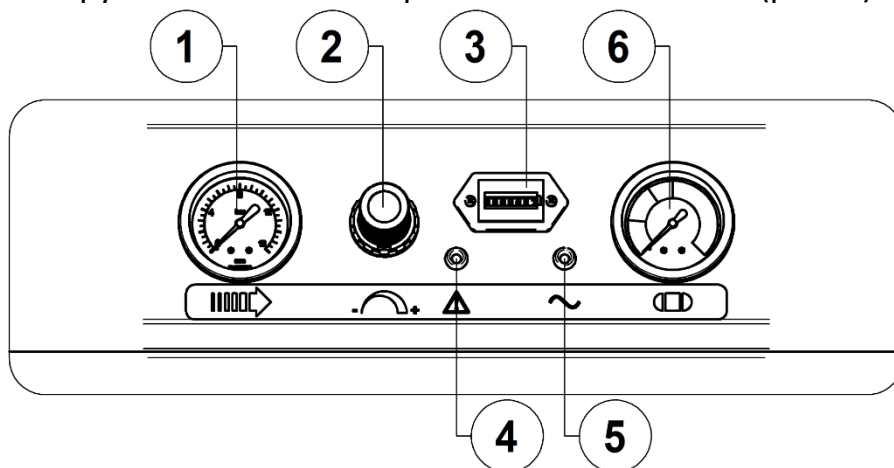
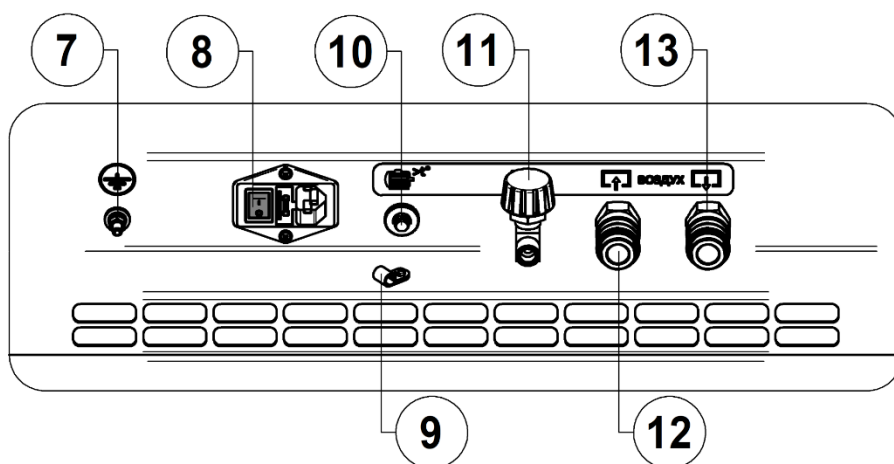

Рисунок 2 - Панель управления
Рисунок 3 - Задняя панель
6.4.2 К быстроразъемной муфте **12** (вход сжатого воздуха) (рис. 3) присоедините (если есть необходимость) шланг сжатого воздуха от центральной распределительной сети. Воздух от центральной распределительной сети автоматически подается через пневматическую систему компрессора к быстроразъемной муфте **13**. Компрессор при таком подключении служит в качестве запасного источника сжатого воздуха. При понижении давления воздуха в центральной распределительной сети компрессор включается автоматически.
6.5.4 Питающий кабель зафиксируйте зажимом **9** (рис. 3).
6.5.5 Провод заземления подключите к винту заземления **7** (рис. 3) на задней панели компрессора. При наличии заземляющего контакта в электрической розетке, дополнительное заземление не требуется.
Включите компрессор выключателем **8** (рис. 3) на задней панели. Для этого необходимо переключить выключатель в положение "I". Включенное состояние сигнализируется зелёной контрольной лампочкой **5** (рис. 2).
6.6.4 После останова компрессора настройте регулятор давления **2** (рис. 2) в соответствии с 7.3.1.
- Выключить компрессор выключателем **8** (рис. 3) на задней панели. Для этого необходимо переключить выключатель в положение "0". После этого остановится электродвигатель и произойдет сброс давления из нагнетательного воздухопровода и поршневого блока.
7.3.1 Настройка давления сжатого воздуха осуществляется регулятором давления **2** следующим образом (рис. 2):
7.3.2 Компрессор оборудован устройством защиты от перегрузок. При нарушении питания электрической сети, а также при перегреве компрессора возможно автоматическое срабатывание защиты двигателя, о чем сигнализируют красная контрольная лампочка **4** (рис. 2) на панели управления.
- Переключите выключатель **8** (рис. 3) на задней панели в положение "0".